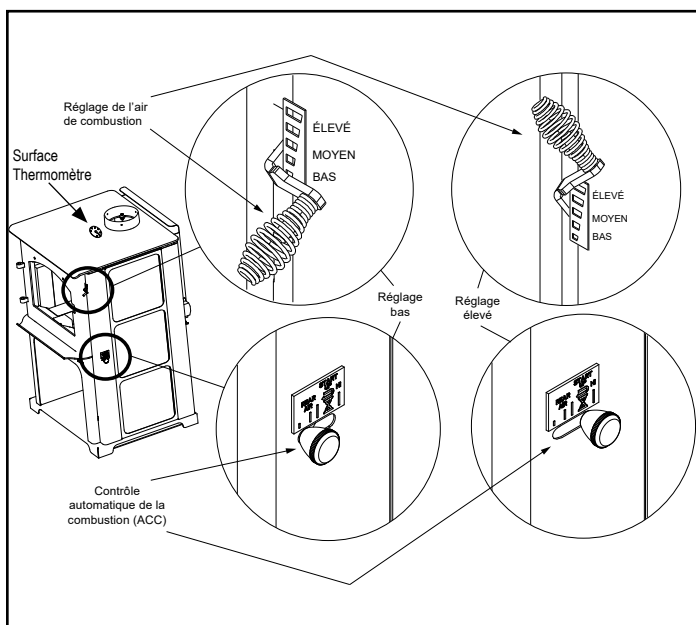

Figure 10.1
2. **Deuxième étape:** Pendant l'étape suivante de la combustion, le bois émet des gaz inflammables qui brûlent au-dessus du combustible en produisant des flammes intenses. Il est très important que les flammes ne s'éteignent pas à ce stade-ci de la combustion. Ceci garantira un feu aussi propre que possible. Si les flammes s'éteignent, le taux de combustion est réglé à un niveau trop bas pour entretenir la combustion. Le réglage d'air situé dans l'angle supérieur droit sert à régler le taux de combustion. Il est appelé réglage de l'air de combustion (**Figure 10.1**).
- Activez ensuite le système de minuterie ACC en poussant le bouton en position élevée, complètement vers l'arrière de l'appareil, puis ramenez-le vers l'avant de l'appareil jusqu'à ce que le bouton s'arrête (**Figure 10.1**).
Un thermomètre de surface vous indique quand régler la commande d'air et quand faire le plein, Figure 10.1.